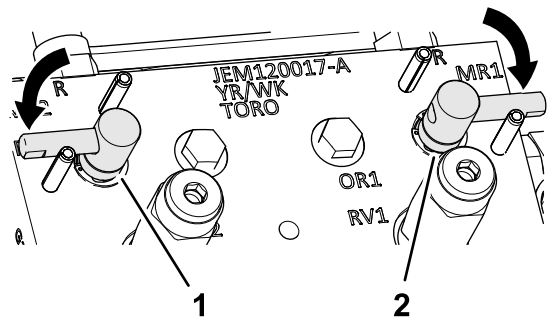

Figura 153
3. Deplasați manetele de ascurire în poziția F (de cosit) (Figura 153).